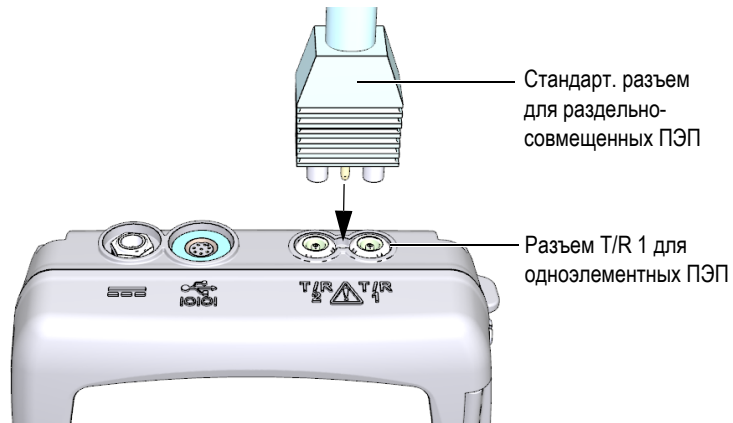

Рис. 5-1 Подключение преобразователя
1. Подключите преобразователь к разъему для преобразователей, расположенному в верхней части прибора 38DL PLUS (см. Рис. 5-1 на стр. 70). Используйте разъем T/R 1 для одноэлементного преобразователя.